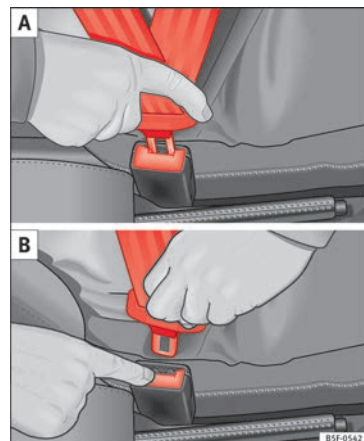

Abb. 54 Schlosszunge des Sicherheitsgurts in das Gurtschloss einstecken und vom Gurtschloss lösen.
• Stecken Sie die Schlosszunge in das zum Sitz gehörende Gurtschloss, bis sie hörbar einrastet »» **Abb. 54** .
• Drücken Sie die rote Taste im Gurtschloss »» **Abb. 54**. Die Schlosszunge springt heraus »» **▲**.